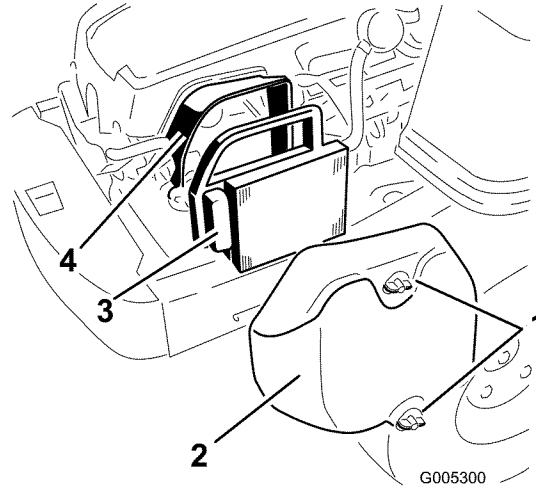

Figura 21
1. Retire la tapa del limpiador de aire (Figura 21).
2. Retire el elemento limpiador de aire con la junta de goma integral (Figura 21).
5. Instale el elemento del limpiador de aire con el lado plisado hacia fuera, y asiente la junta de goma en los bordes de la base del limpiador de aire (Figura 21).
6. Vuelva a instalar la tapa del limpiador de aire y fíjela con los dos pomos (Figura 21).